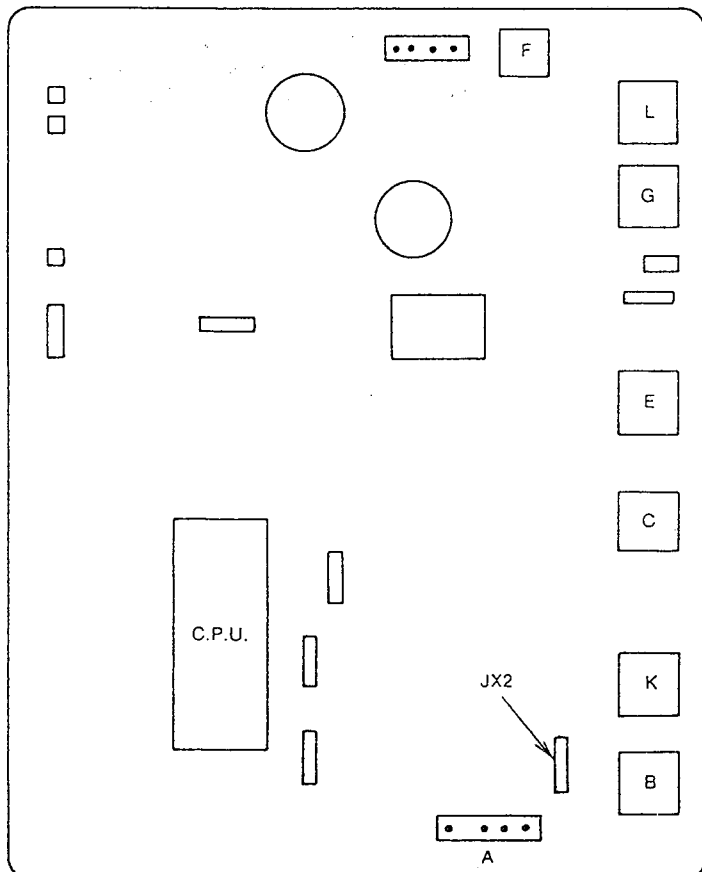

Figure 1-12 - PANNEAU DE CIRCUIT PRINCIPAL
- Couper le cavalier «JX2» (se référer à la Fig. 1.12). Cela entraînera une réduction du flux de carburant d'environ 10%.